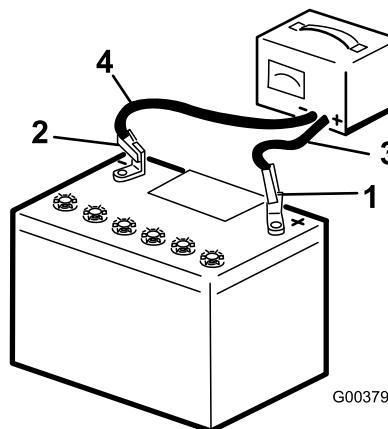

Рисунок 79
- Подсоедините отрицательный провод зарядного устройства к отрицательному штырю аккумуляторной батареи (Рисунок 79).
- После полной зарядки аккумуляторной батареи отсоедините зарядное устройство от источника электропитания и штырей аккумуляторной батареи (Рисунок 79).